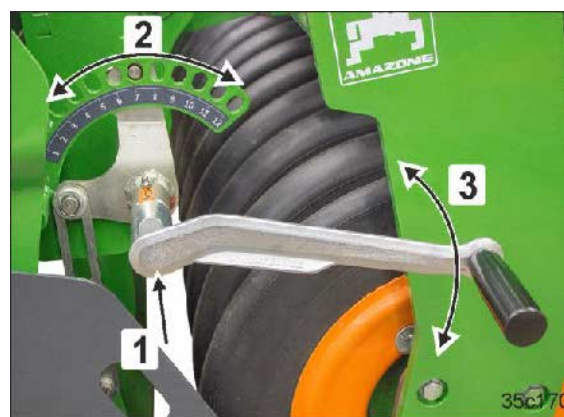

Fig. 129
1. Tag betjeningsværktøjet ud af parkeringspositionen (Fig. 60/1, se side 78), og sæt det på indstillingsanordningen (Fig. 129/1).
Hold betjeningsværktøjet (Fig. 129/3) i samme position med et fast greb, før låsemekanismen løsnes!
3. Indstil den ønskede højde for planerplanken (Fig. 129/3) ved at dreje (Fig. 129/2) betjeningsværktøjet.